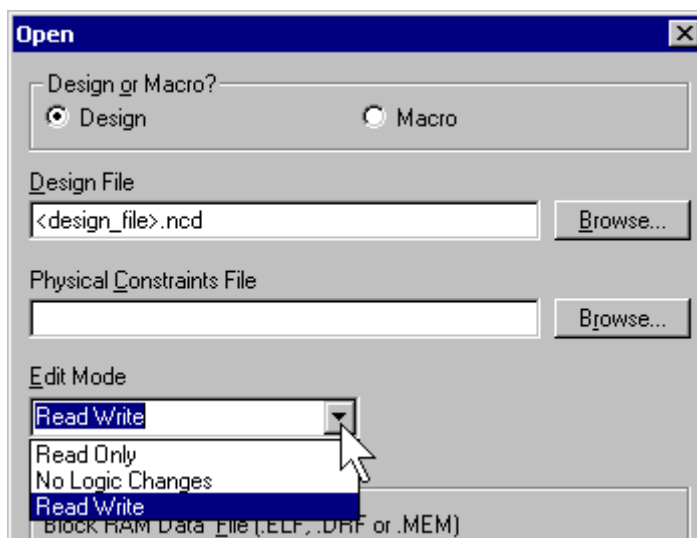

図 6 : FPGA Editor で修正する場合
- [File] → [Open] を選択します。次に、図 6 に示すように、完成したデザインの *.ncd ファイルを選択し、Edit Mode を [Read Write] に設定します。